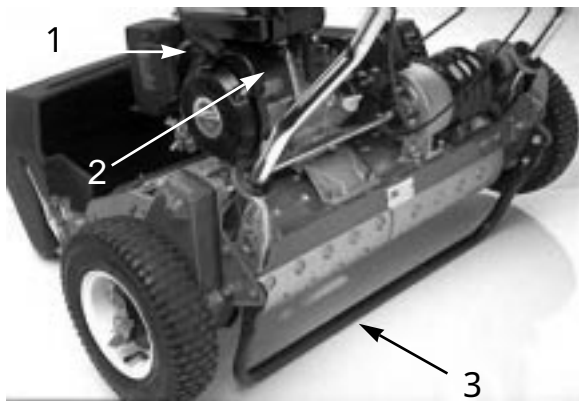

図23
### ON / OFF スイッチ (図23)
### スタータ (図23)
### キック・スタンド (図23)
3. ON / OFF スイッチ (図23) を ON とする。